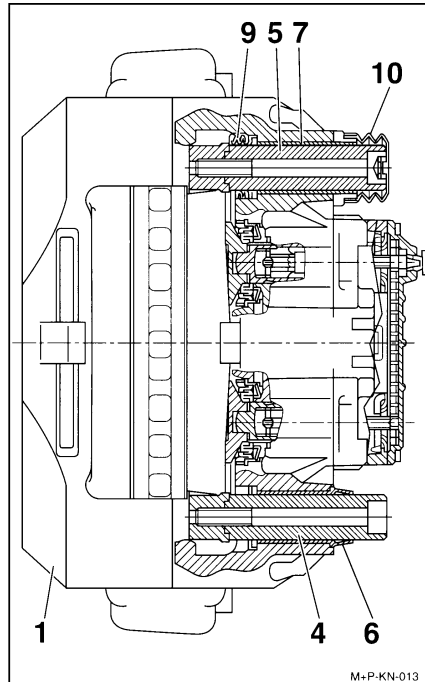

FIGURE 9: MÉCANISME DE GUIDAGE12114
- a. Lorsque les garnitures sont retirées, l'étrier (1) doit pouvoir être glissé librement sur une distance de 30 mm (1 3/16 po) avec ses éléments de guidage (4-7) en n'utilisant que la force manuelle. L'étanchéité du manchon (5) est assurée à l'aide de la gaine (9) et du capuchon (10).
- b. Les éléments de caoutchouc (9 et 10) ne doivent pas être endommagés. S'assurer que les éléments sont bien en place. Si nécessaire, utiliser l'ensemble de guidage (pièce #611168) ou l'ensemble de guidage et d'étanchéité (pièce #611199) pour remettre en état l'étrier de frein. S'assurer d'utiliser toutes les pièces des ensembles énumérés ci-dessus lors de la réparation d'un étrier (fig. 9). Utiliser la graisse spéciale verte (Prévost #683344) pour introduire la cheville dans la douille, la graisse jaune ou blanche (Prévost #683345) peut être utilisée pour les autres besoins de graissage.